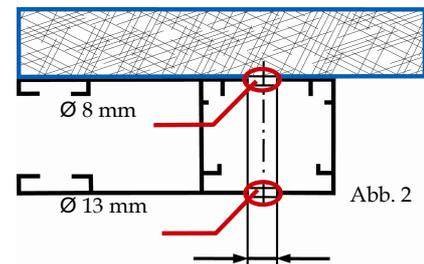

Abb. 2
- **Bohren Sie die Führungsschienen an!** Gebohrt wird in der Regel über der sog. Kammer mit einem Bohrer  $\varnothing 8$  mm (in Abhängigkeit von der Größe des Verankerungsmaterials). Sichtseite der Schiene dann mit dem Bohrer  $\varnothing 13$  mm (Abb. 2). Zur Befestigung ans Mauerwerk ist der richtigen Typ und die entsprechende Größe der Verankerungselemente zu wählen (wir empfehlen Dübel im Durchmesser 12 mm), sie sind kein Bestandteil der Torlieferung! Gebohrt werden Löcher jeweils nach 500 – 700 mm gleichmäßig über die gesamte Länge der Laufschiene.